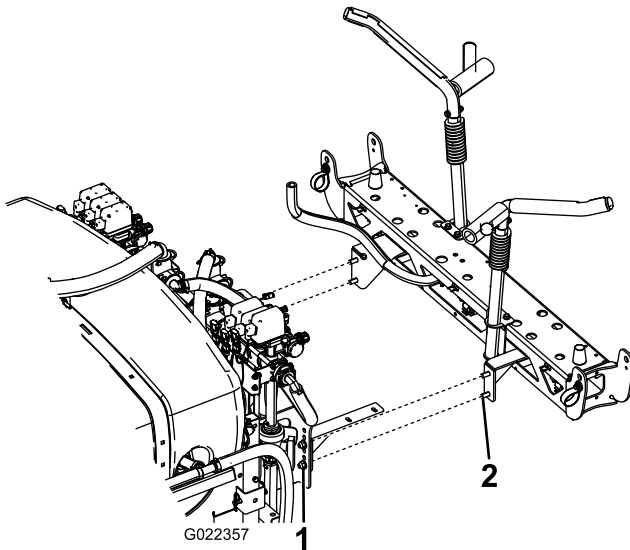

Figura 19
2. Monte el conjunto de brazos central a través del tercer taladro contando desde abajo de los soportes del conjunto del sistema de fumigación, según se muestra en Figura 19, con 4 pernos ($\frac{1}{2}$ " x 1 $\frac{1}{4}$ ") y cuatro contratuercas ($\frac{1}{2}$ ").